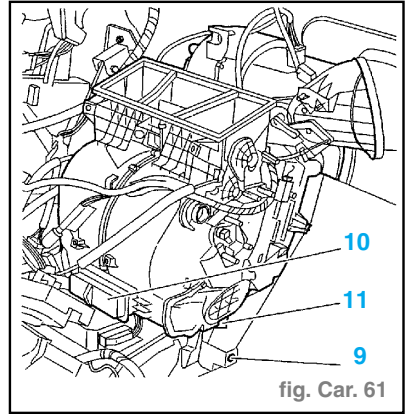

fig. Carr. 61
- Déposer : (fig. Carr. 61)
- la vis (9) de maintien du groupe chauffage,
- le manchon d'air (10),